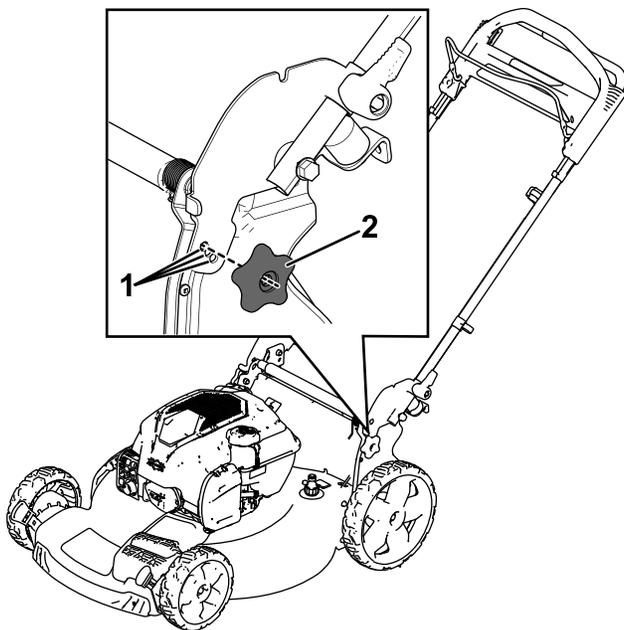

図 11
ハンドルの位置は3種類から選択することができます。使いやすい位置をお選びください 図 11。
1. 両方のハンドルボルトとノブを取り外す 図 11。